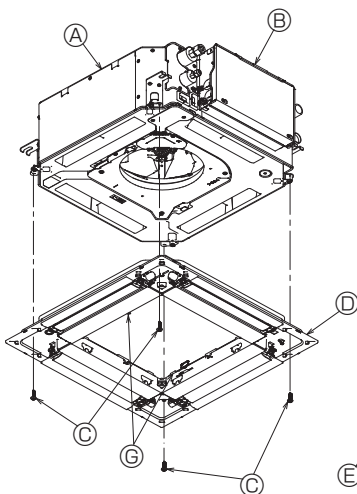

Fig. 10-6
- Das Gitter durch Festziehen der vier Schrauben sichern. (Fig. 10-6)